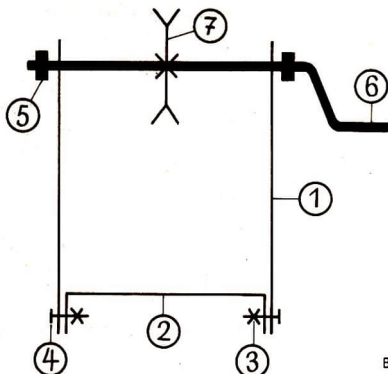

Bild 12/1 Schematische Darstellung einer Baugruppe
- Betrachte das Bild 12/1! Berichte, aus welchen Bauteilen sich diese Baugruppe zusammensetzt!